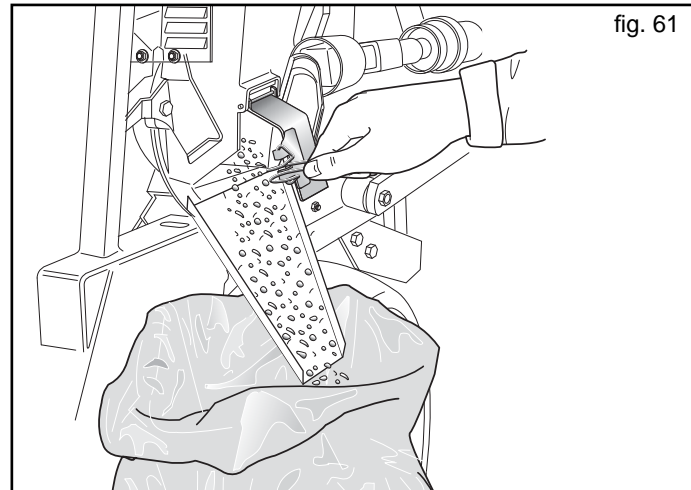

fig. 61
- A la fin de l'ensemencement, décharger les graines restantes par la porte (Fig. 61) du distributeur.